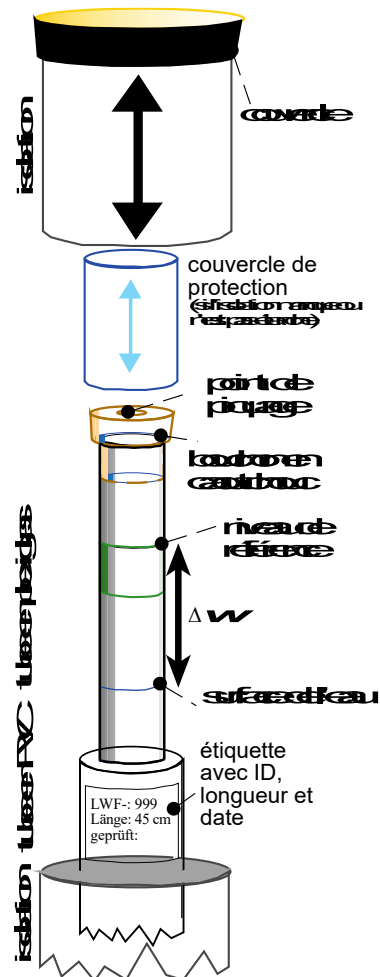

Figure 1 : Tensiomètre
- comparer les inscriptions figurant sous „ID“ et „Nr“ sur la liste d'inventaire avec celles inscrites sur l'étiquette du tensiomètre (voir fig. 1)